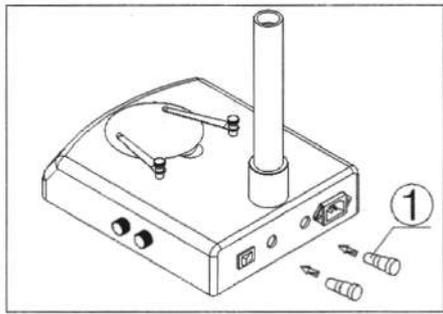

Рисунок 12
1. Вытащит блок предохранителей с помощью отвёртки. Выньте из блока предохранитель (1) (см. рисунок 12).